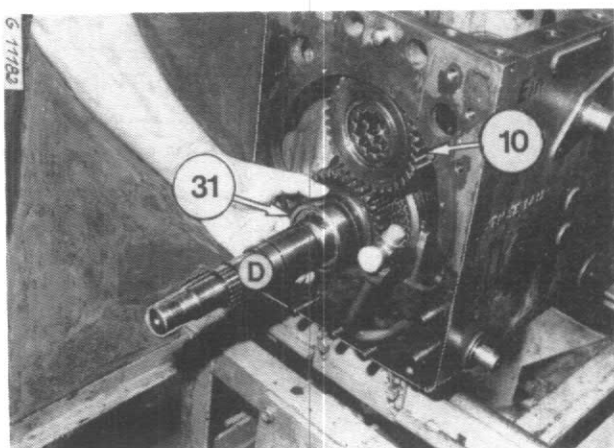

Figure 115
Faites glisser le roulement (31) sur l'arbre intermédiaire avant (D) - Figure 115